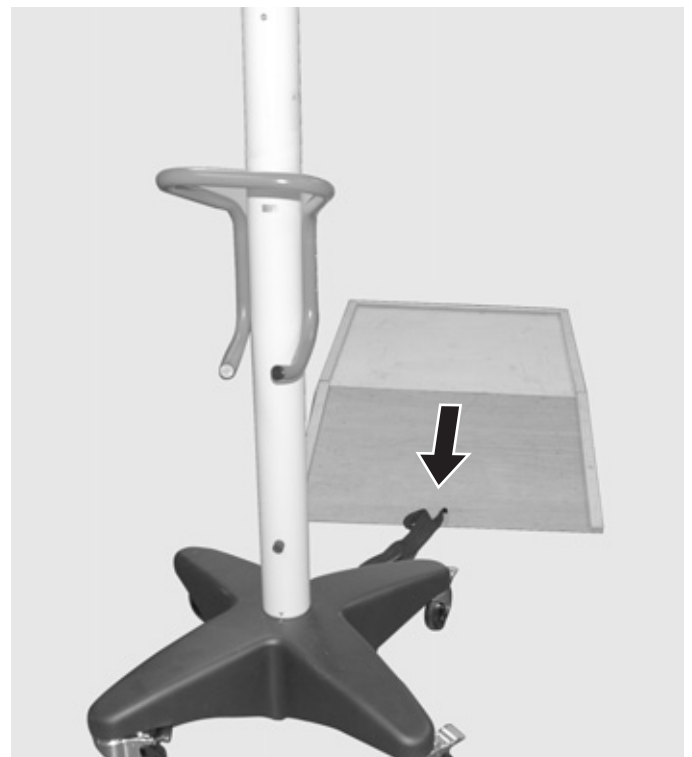

Bild 3
- ⇒Verpackung Fuss (7) abnehmen.
- ⇒Bremsen (9) lösen und Stativ vorsichtig über Rampe (6) heruntorfahren (Bild 3).